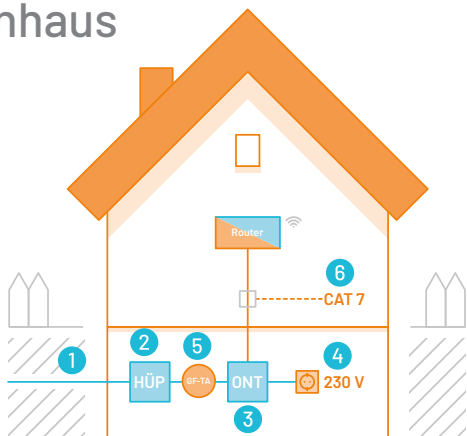

Abb. 1: Standardausbau (ONT bei HÜP)
In einem Einfamilienhaus wird der Hausübergabepunkt (HÜP) (2) mit integrierter Glasfaserabschlussdose (GF-TA) (5) im Umkreis von ca. 1m um die Gebäudeeinführung installiert. Um den Glasfaseranschluss nutzen zu können, muss zwischen HÜP und dem Installationsort für den Medienkonverter (ONT) (3) eine Glasfaserverbindung geschaffen werden. In Einfamilienhäusern sitzt der ONT in der Regel direkt neben dem HÜP (Abb. 1). Für den ONT ist eine 230V Steckdose (4) in